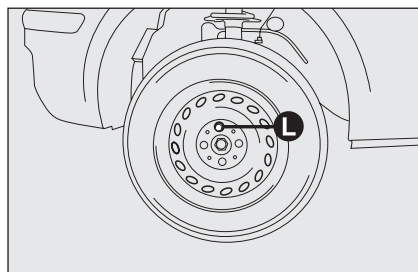

fig. 5
- ☐ en las versiones con embellecedor, quítelo después de haber aflojado los 3 tornillos que lo fijan y, por último, afloje el cuarto **L-fig. 5** tornillo y saque la rueda;